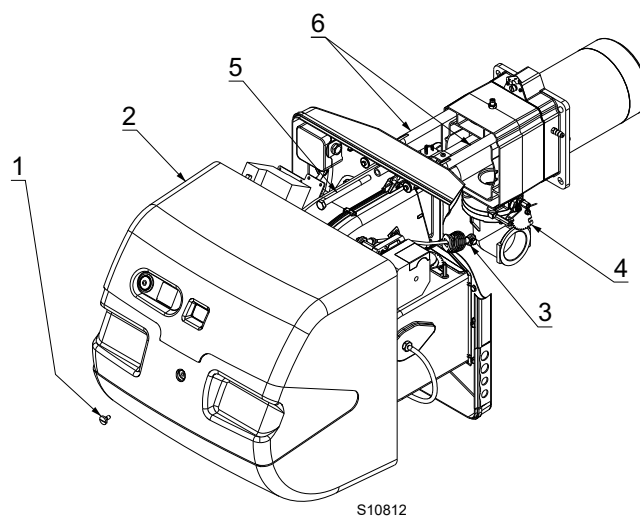

Fig. 34
- Togliere la vite 1) ed estrarre il cofano 2)(Fig. 34).
- Sganciare lo snodo 3) dal settore graduato 4)(Fig. 34).
- A questo punto è possibile estrarre il distributore del gas 7) dopo aver tolto la vite 8)(Fig. 34).